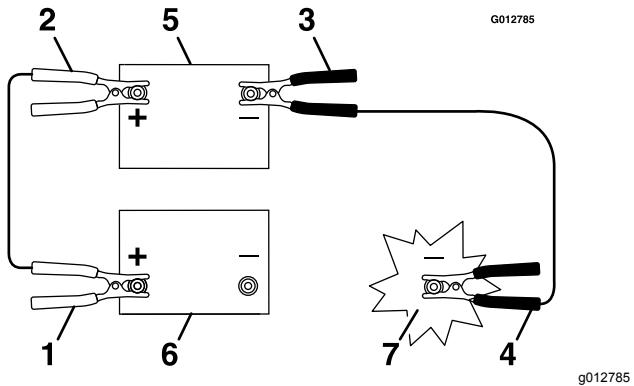

Figura 49
3. Conecte el cable positivo (+) al borne positivo (+) de la batería descargada que está conectado al motor de arranque o al solenoide, según se indica en Figura 49.